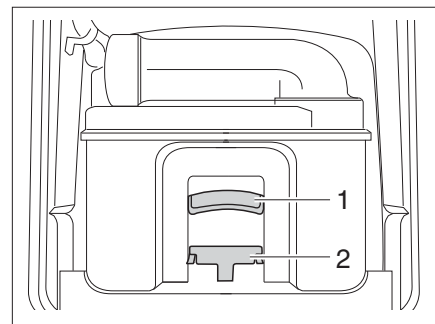

Fig. 154 Cassetta Thetford
- Tirare la staffa di supporto (Fig. 154,2) verso il lato anteriore per sbloccare la cassetta della toilette ed estrarre la cassetta mediante la maniglia (Fig. 154,1).